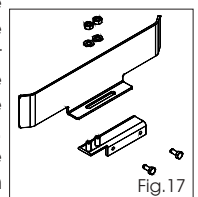

Fig.17
- 1) Monteer en bevestig de 2 plaatjes op de 2 U-vormige steunen met de bijgeleverde moeren en ringen, zoals op Fig.17.